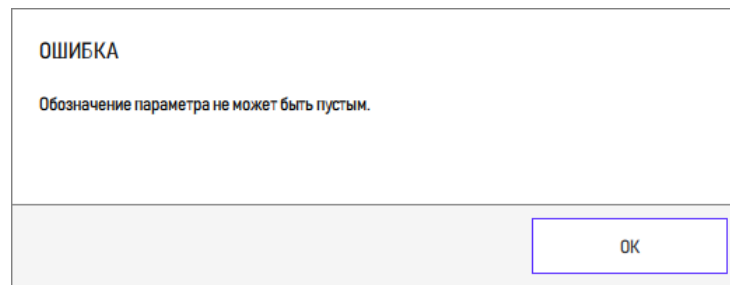

Рисунок 80 – Сообщение об ошибке при пустом обозначении
7) Если не было введено никакое значение, появится сообщение об ошибке (рисунок 80).